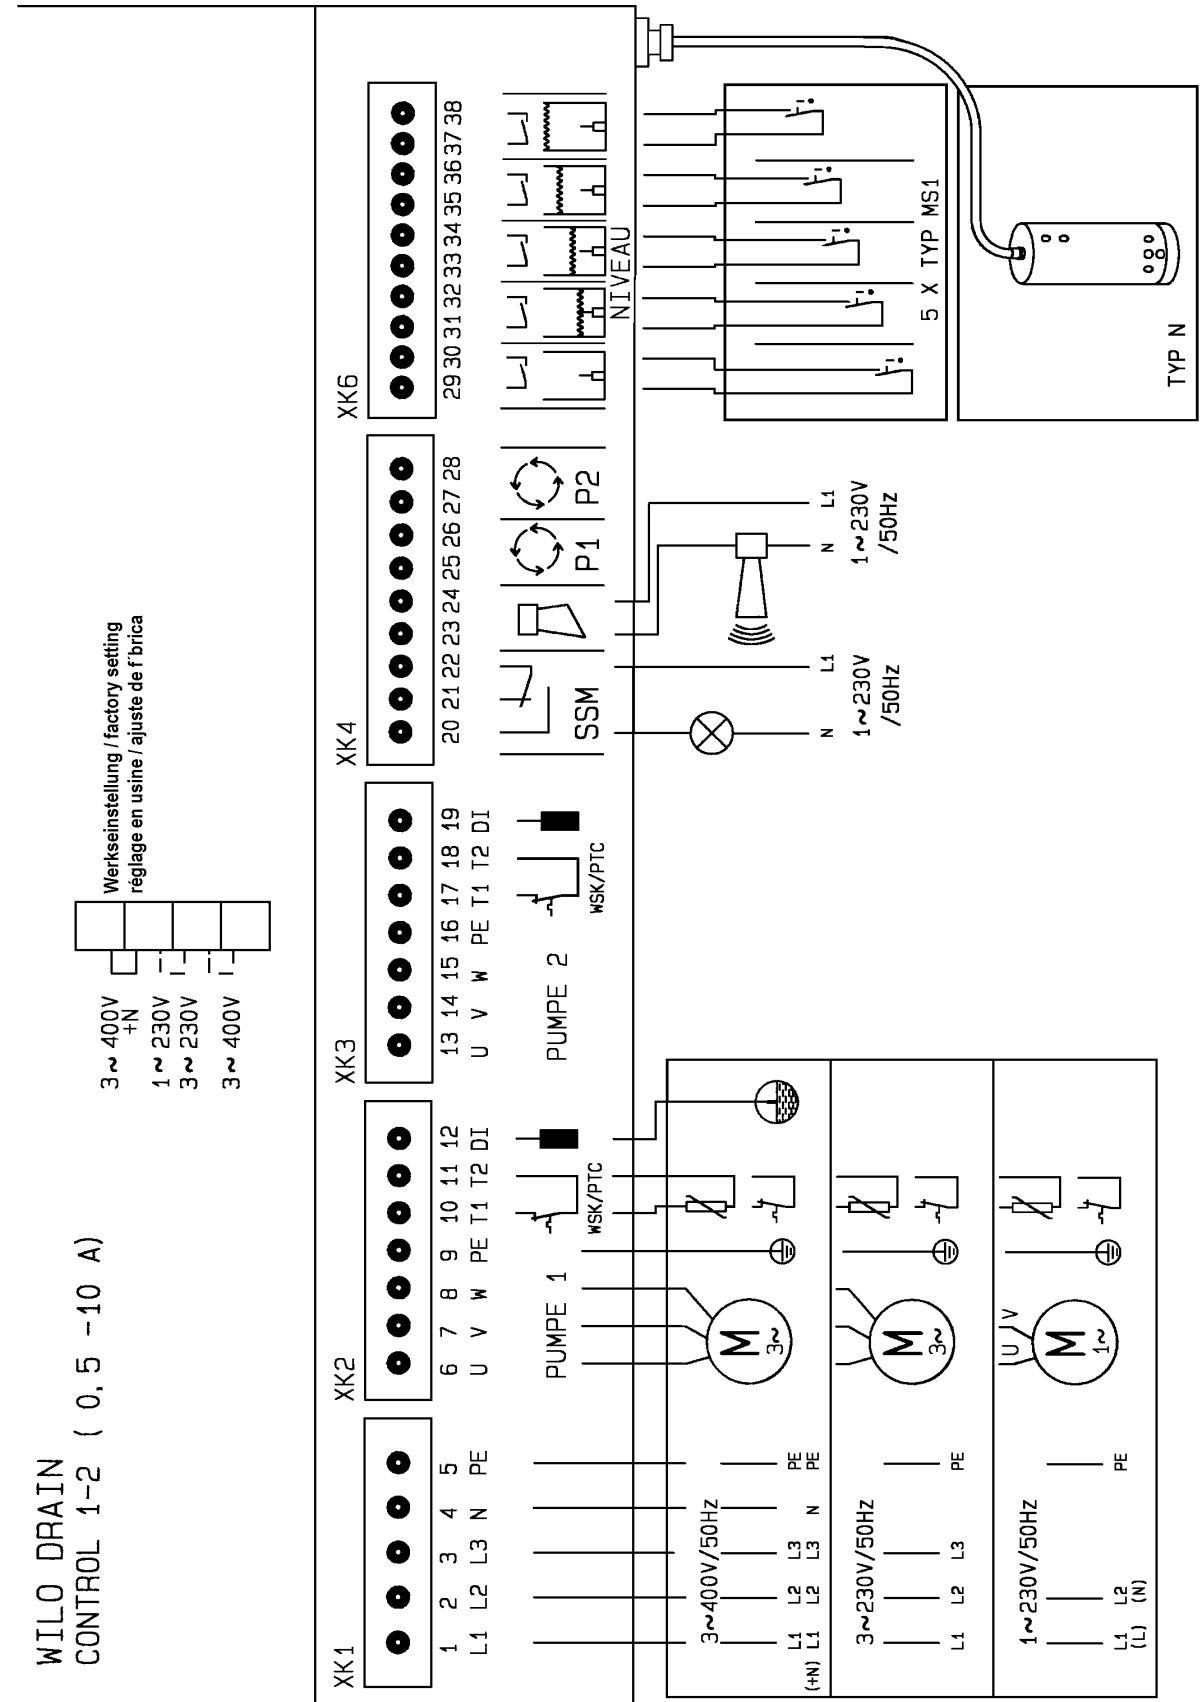
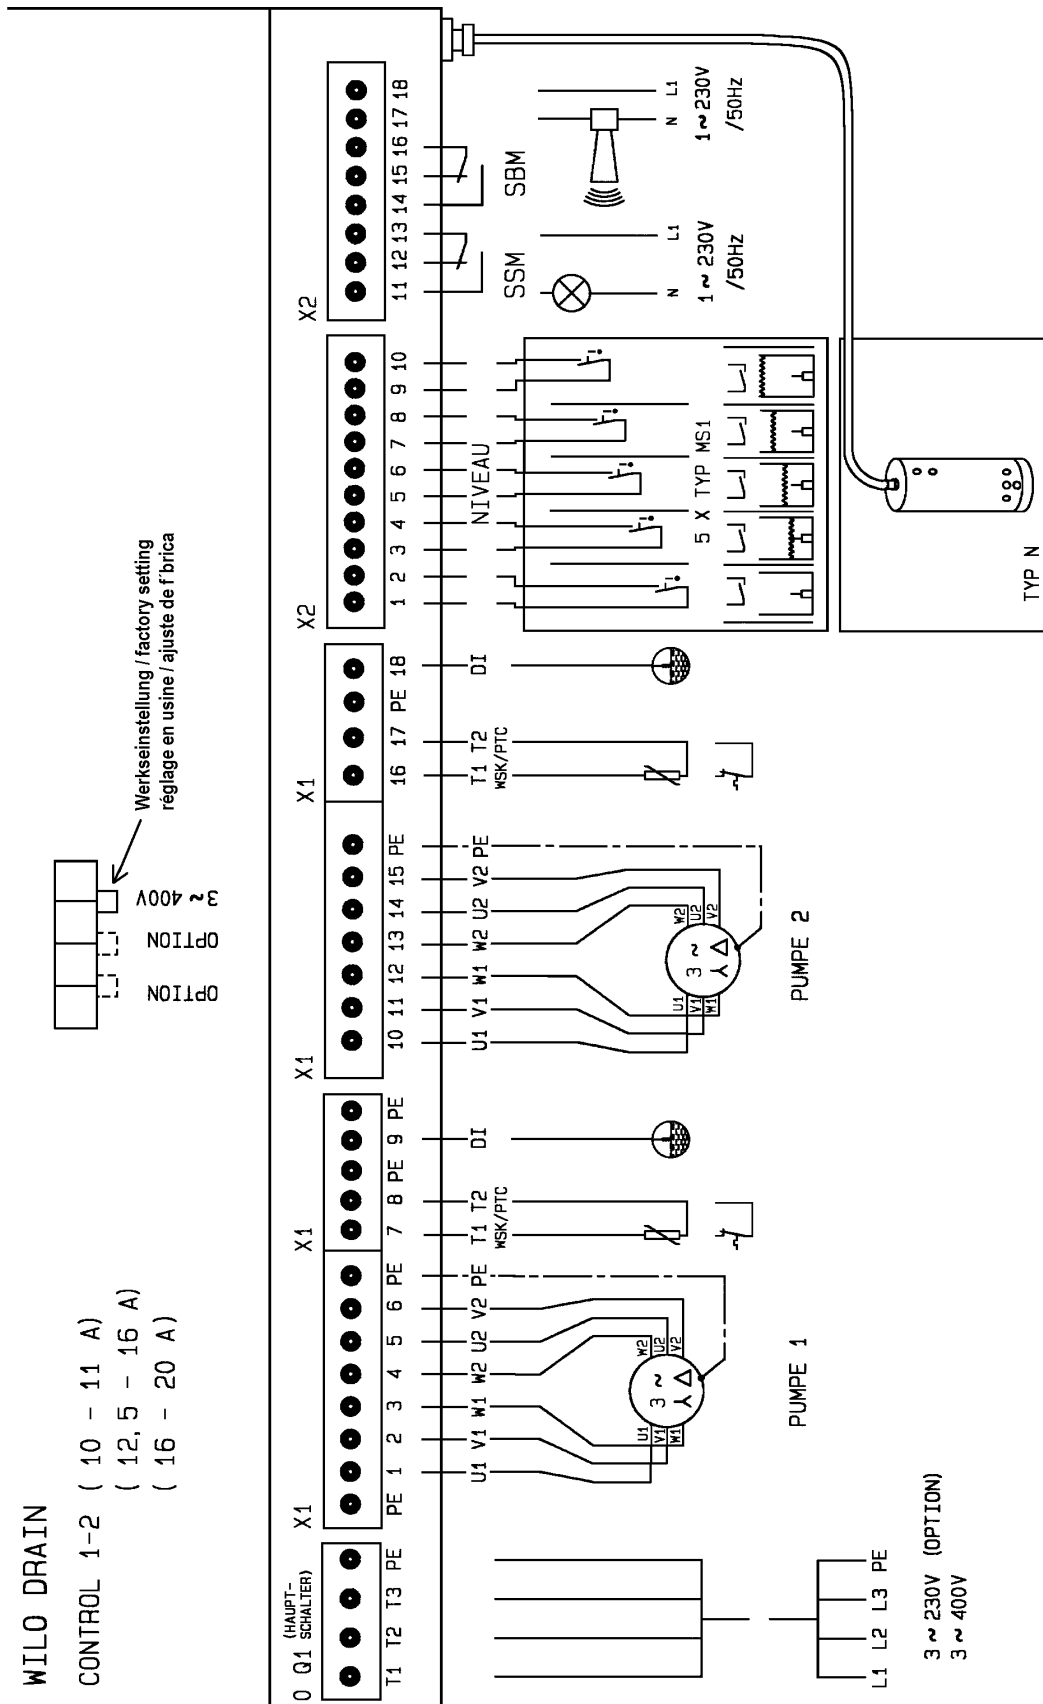

Рис. 2
Bild 3
- Концы сетевых кабелей и кабелей для соединения насоса, вставленные в вводы, ввести через резьбовые соединения PG и произвести их электромонтаж, соблюдая маркировку на планках с зажимами : **(РИС. 2 ($P_2 \leq 4$ kW), РИС. 3 ($P_2 \geq 5,5$ kW))**